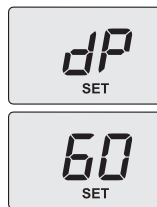

Figura 8.10
- Utilice los botones 4 o 5, en el display LCD las letras **dP** se alternan con el valor de temperatura del agua de calefacción (ej.60) y aparece el mensaje "SET", indicando que se ha entrado en la activación de la "función deshollinador" a la potencia máxima en agua sanitaria (Figura 8.10);